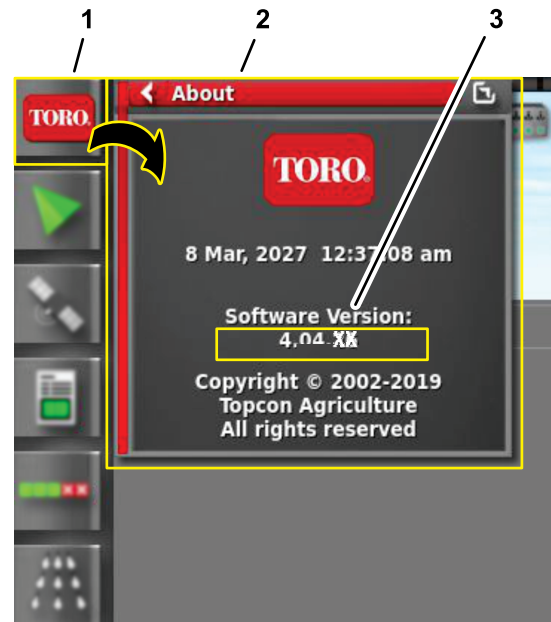

Figura 269
2. Pulse el icono ACERCA DE (Toro) en la esquina superior izquierda de la consola de control (Figura 269).